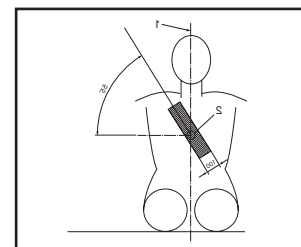

Abbildung 4
- Der diagonale Gurt muss, wie in Abbildung 4 zu sehen, über Schulter und Brust laufen.